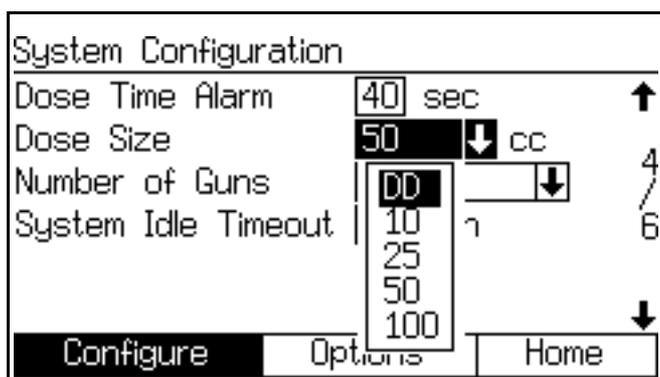

FIG. 107. L'écran de configuration 4, dosage dynamique sélectionné
2. Naviguez vers l'écran Configuration système 4. Sélectionner l'option DD dans le menu déroulant Volume Dose. FIG. 107.